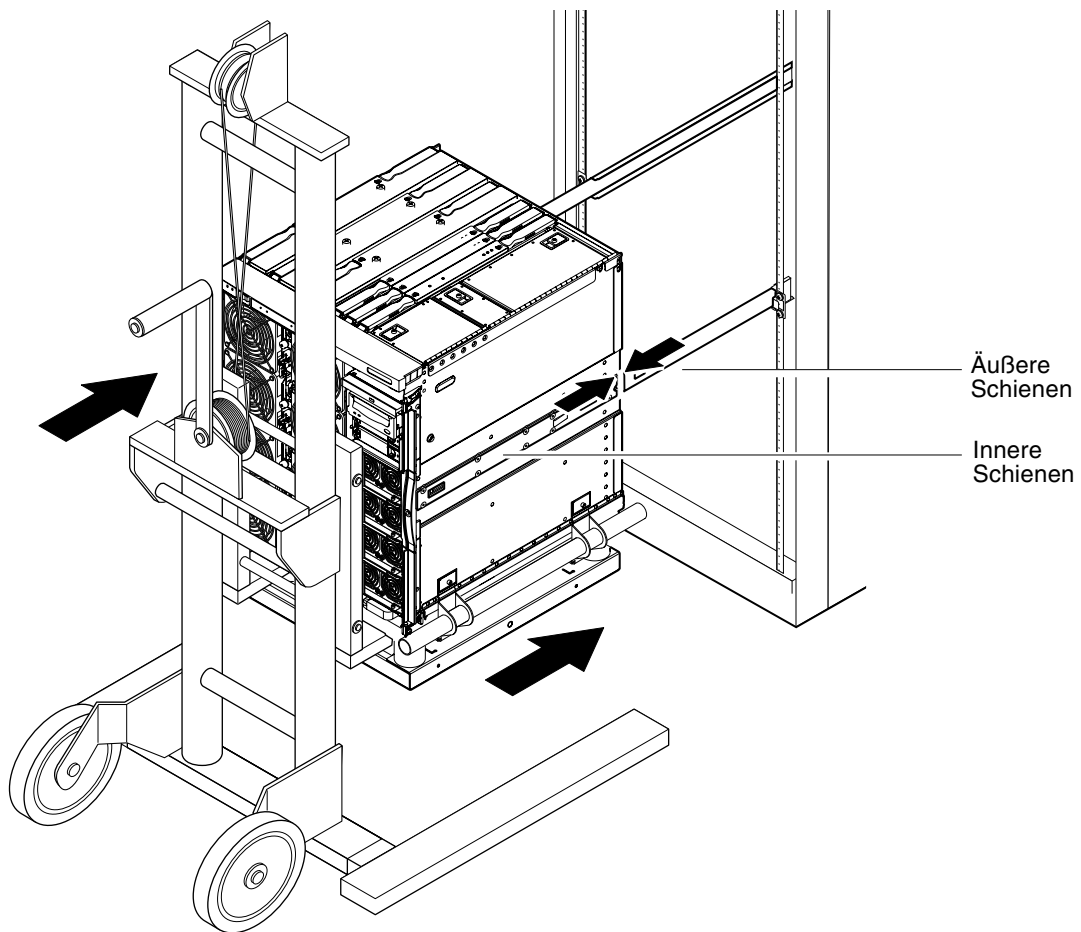

ABBILDUNG 1-9 Ausrichten der Schienen
6. Bewegen Sie das Hubgerät vorsichtig nach vorn, bis die Schienen am System vollständig in die äußeren Schienen am Schrank eingeschoben sind (ABBILDUNG 1-9).